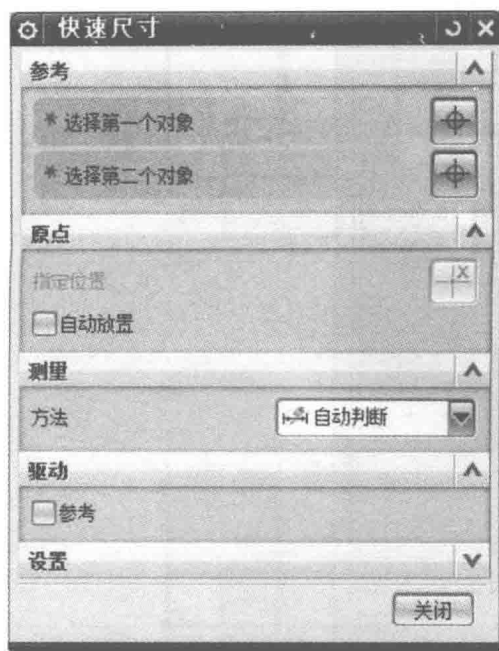

图 1-6
2)任意画一个矩形,如图 1-5 所示,在直接草图工具条中选择快速尺寸按钮 ,如图 1-6 所示,标注尺寸 90、60、45、0,标注完一个尺寸后按“enter”键进行下一尺寸的标注,或者标注完一个尺寸后按鼠标中键两次后再标注下一尺寸,如图 1-7 所示。
(5) 绘制圆